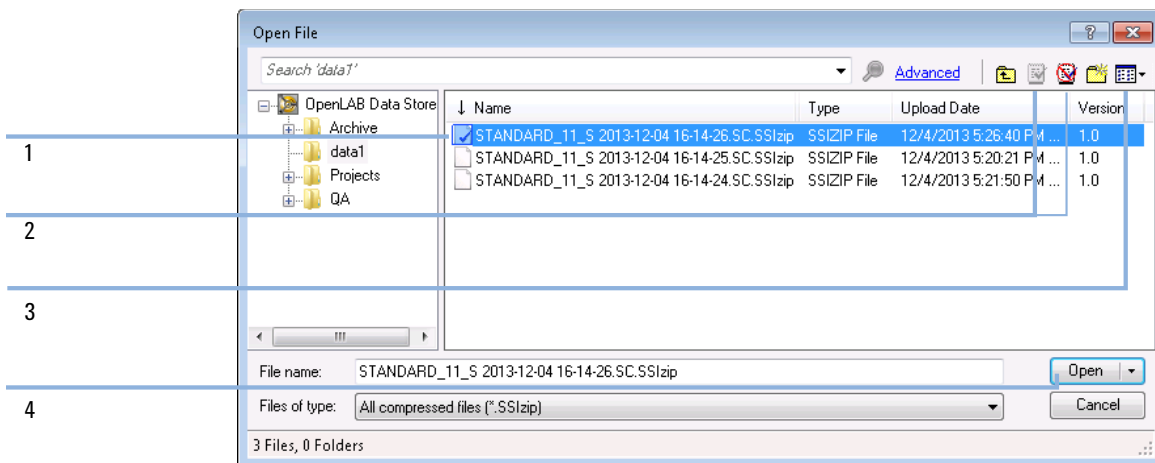
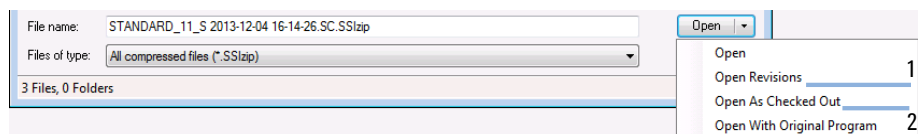
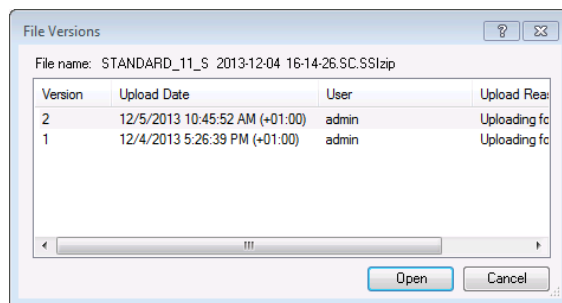

Figure 17 Boîte de dialogue Ouvrir fichier de Data Store
Figure 18 Commande Ouvrir des révisions
Figure 19 Boîte de dialogue Versions du fichier
Si l'élément a été extrait, il est signalé par une icône bleue ou rouge (voir Figure 17, page 60, marqueur 1) :
Pour extraire ou restituer un élément, vous pouvez utiliser les icônes correspondantes disponibles dans la boîte de dialogue Ouvrir (voir Figure 17, page 60, marqueur 2). Avec ces icônes, vous ne pouvez extraire que la version la plus récente de chaque élément.
Afin d'obtenir plus de détails sur le type et la version des éléments disponibles, sélectionnez la vue **Détail** (voir Figure 17, page 60, marqueur 3). Pour ouvrir une version plus ancienne d'un élément, sélectionnez la commande **Open Revisions** dans le menu **Open** (voir Figure 18, page 61, marqueur 1). Cela permet d'ouvrir la boîte de dialogue **File Versions** qui répertorie toutes les versions disponibles de l'élément (voir Figure 19, page 61).
- 3 Sélectionnez **Open** dans l'une ou l'autre des boîtes de dialogue pour télécharger l'élément vers ChemStation. Pour empêcher les autres utilisateurs de modifier l'élément, sélectionnez la commande **Open As Checked Out**. L'élément est alors marqué comme ayant été extrait dans le système central de stockage des données (voir Figure 17, page 60, marqueur 2).